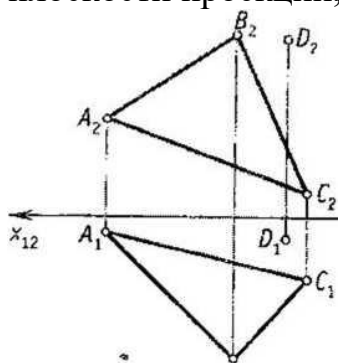

Рисунок 1.1.
2. Через точку D провести прямую, перпендикулярную плоскости A(ABC) общего положения, (рисунок 1.1)